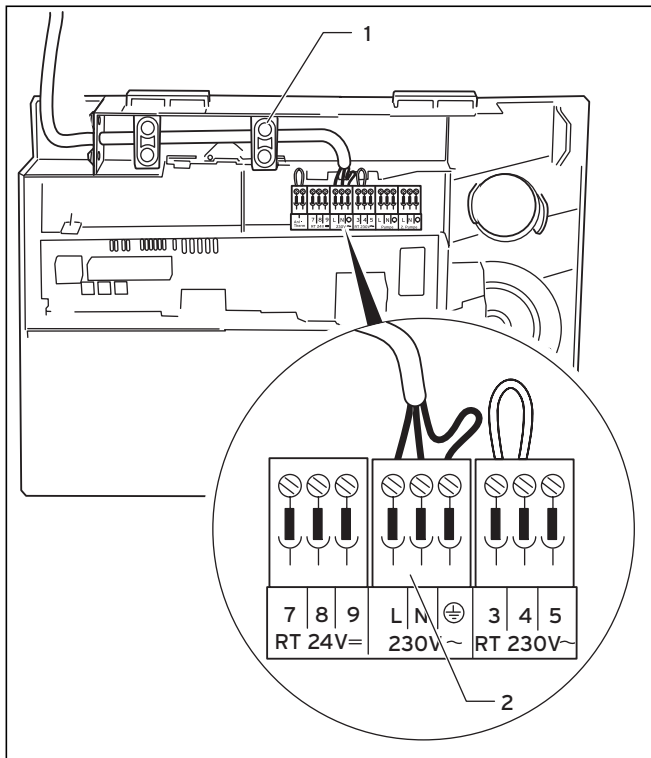

Abb. 5.7 Anschluss der Netzzuleitung
- Sichern Sie die Leitungen mit den Zugentlastungen (**1**, Abb. 5.7 und 5.8).
- Verlegen Sie die Netzzuleitung zur Anschlussebene im Schaltkasten wie in Abbildung 5.7 gezeigt.
- Sichern Sie die Leitungen mit der Zugentlastung (1).
- Klemmen Sie die Netzzuleitung an den dafür vorgesehenen Klemmen ⊕, N und L des System ProE an (2).
- Sichern Sie die Leitungen mit der Zugentlastung (1, Abb. 5.7)